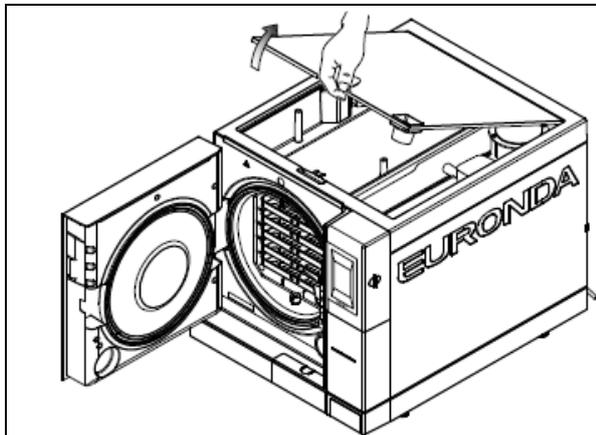
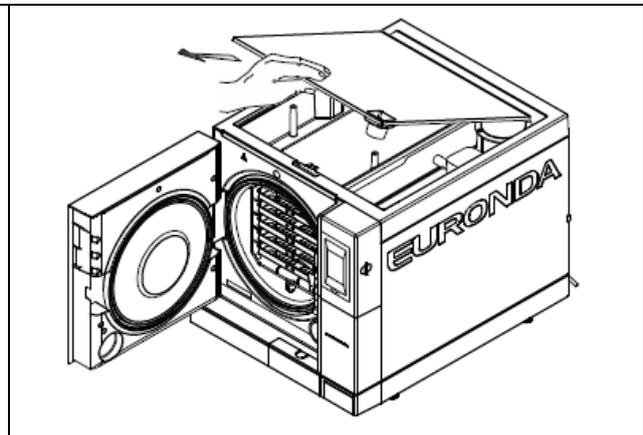

Abb. 9.2-5
Abb. 9.2-6
- Den Deckel auf 45° anheben (Abb. 9.2-5) und zu sich ziehen (Abb. 9.2-6).